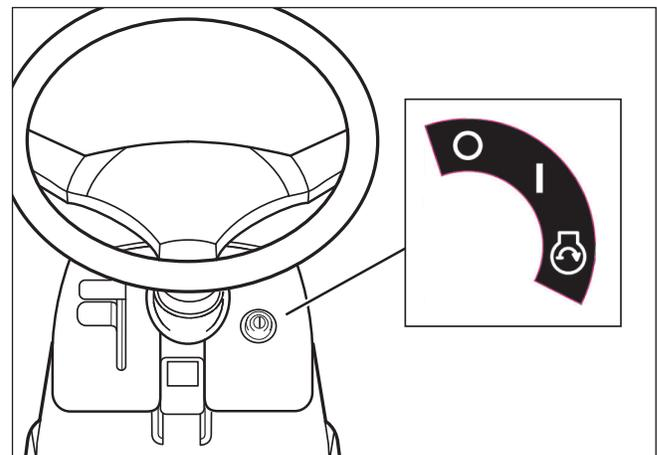

Figure 18
6. Tourner la clé de contact en position DÉTACHÉ pour arrêter le moteur (voir la Figure 18).
1. Tourner la clé de contact en position ON pour faire démarrer le moteur (voir la **Figure 18**).
5. Mettre la clé de contact en position DÉMARRAGE (voir la **Figure 18**).